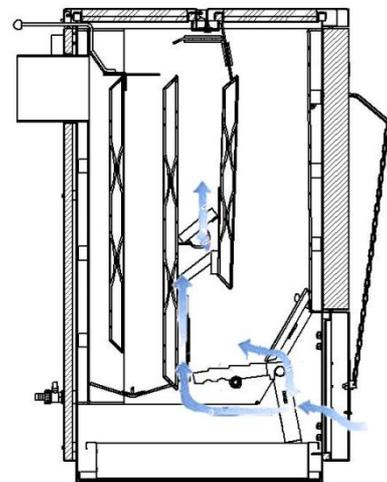

Рисунок 18 – Распределение потоков воздуха
8.1.2. Первичный, вторичный и третичный воздух (см. Рисунок 18)